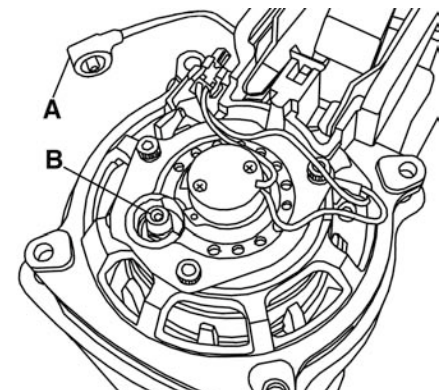

Figure 13
Retirez le fil de la bougie (A) Fig.13 de la bougie d'allumage (B). En utilisant une clé à douille appropriée, dévissez et retirez la bougie d'allumage, nettoyer-la ou remplacez-la avec la bougie d'allumage de remplacement fournie. Réinstallez le fil de la bougie au sommet de la bougie. Fermez le cap d'entrée d'air et fixez-le en utilisant les 4 boulons à tête cylindrique retirés précédemment.